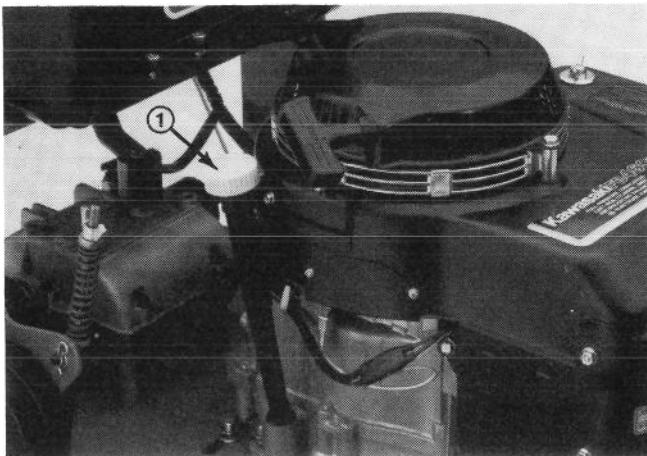

Abbildung 5
1. Mäher so stellen, daß der Motor waagerecht ist. Den Bereich um den Ölmeßstab und Deckel des Einfüllstutzens sauber abwischen (Abb. 5).